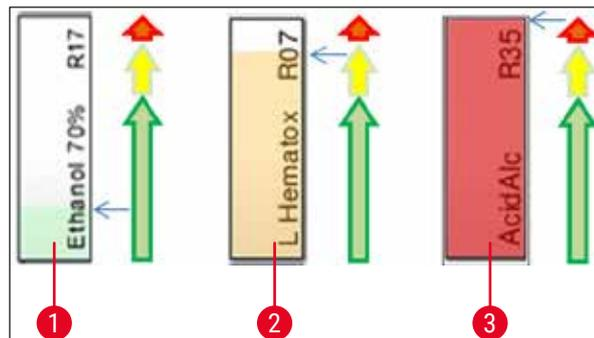

Fig. 72
- Un color de fondo (→ "Fig. 72")
- El color de fondo muestra el estado de consumo del reactivo (→ "Fig. 72"). A medida que se consume el reactivo, la barra de color sube de la parte inferior a la parte superior y cambia de color en función del estado de consumo.